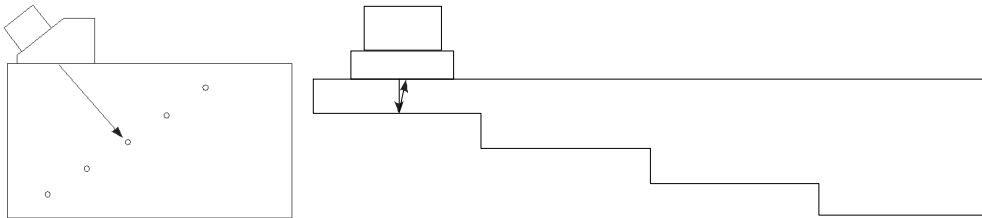

Figura 5-18 Blocchi di taratura per la taratura di una curva DAC
1. Posizionare la sonda sul blocco di taratura come illustrato nella Figura 5-18 a pagina 158.